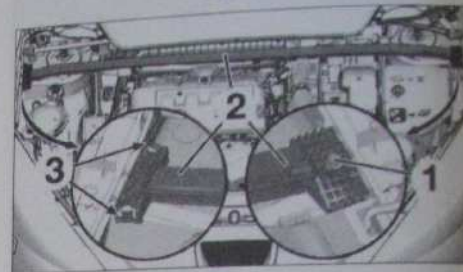

Fig. 96
- la vis (1) (Fig. 96),
- en (3) la traverse (2),